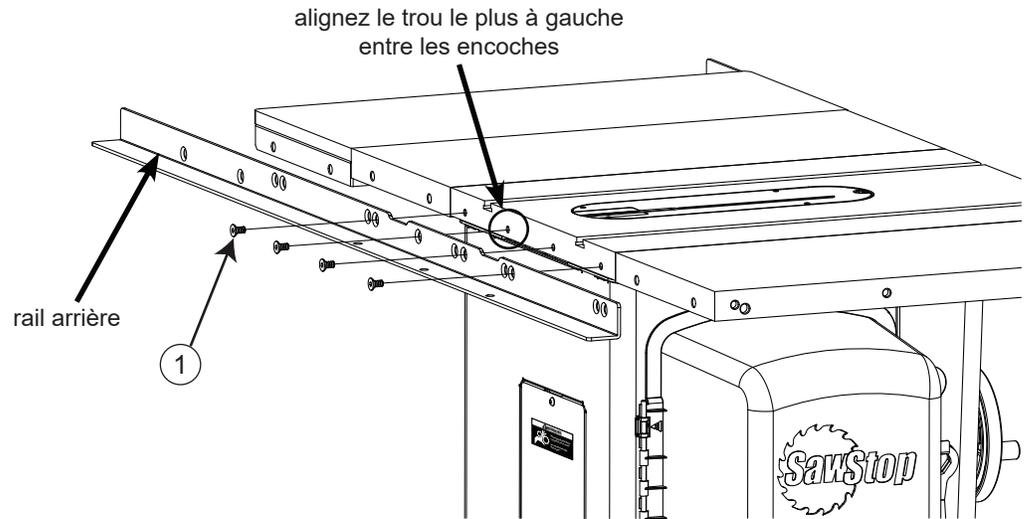

Fig. 6
6. Prenez le rail arrière (le plus petit des deux rails) et alignez-le sur le bord arrière de votre scie en centrant les encoches dans le rail avec les deux fentes à onglets de la table et en alignant le trou le plus à gauche entre les encoches et le trou dans le bord arrière de la table. Il y a trois trous dans le rail entre les encoches, un trou solitaire et deux trous appariés, et le trou le plus à gauche est le trou solitaire. Tous les trous ne sont pas utilisés pour monter le rail sur votre scie ; différents trous sont utilisés pour différentes scies. L'alignement du trou le plus à gauche aligne tous les autres trous utilisés pour le montage du rail arrière sur votre scie. Une fois les trous alignés, montez le rail arrière sur la scie en prenant quatre boulons de douille à tête fraisée M8x1,25x16 et en vissant un dans chacun des quatre trous filetés du bord arrière de la table principale (voir fig. 6). Serrez les quatre boulons avec une clé hexagonale de 5 mm.